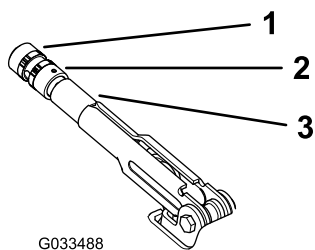

Figura 60
2. Desaperte o parafuso de afinação que fixa o manípulo à alavanca do travão de estacionamento (Figura 60).
3. Rode o manípulo (Figura 60) até ser necessária uma força de 20 a 22 kg para ativar a alavanca.
4. Aperte o parafuso de afinação quando concluir (Figura 60).